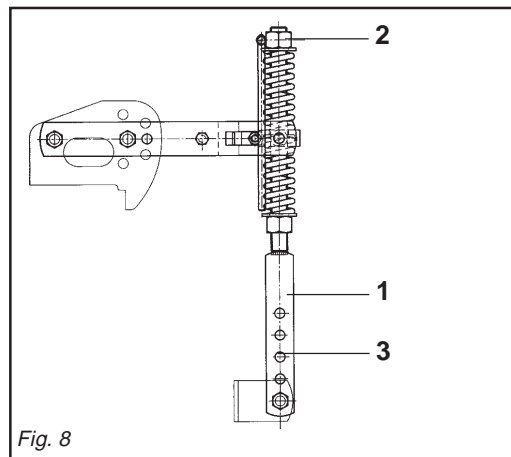

Fig. 8
- 6 - Il martinetto a molla (1 Fig. 8) oltre a sostenere la lamiera livellatrice ed ammortizzarla nel trasporto su strada, serve a evitare il ribaltamento della zappatrice durante il parcheggio. La regolazione del precarico sulla molla si effettua avvitando e svitando il dado superiore (2 Fig. 8), agendo con l'apposita leva. A seconda della posizione, determi-
- 6 - *Besides supporting the levelling plate and acting as a shock absorber for it during road transport, the spring ram (1 Fig. 8) prevents the steerage hoe from overturning when parking.*
*To adjust the spring pre-loading, screw or unscrew the upper nut (2 Fig. 8) using the spring adjuster.*
- 6 - Die Federwinde (1 Abb. 8) trägt nicht nur das Planierschild und dient beim Straßen-transport zur Dämpfung von Stößen, sondern sie soll auch verhindern, daß die Hackfräse während des Parkens umkippt. Um die Feder zu verstellen, verschrauben oder aufschrauben Sie die obere Mutter mit dem Spindel.
- 6 - *Le vérin à ressort (1 Fig. 8) sert de soutien à la tôle de nivellement et de suspension pendant le transport sur route, pour éviter le basculement du cultivateur lors du stationnement.*
- 6 - El gato de resorte (1 Fig. 8), además de sostener la chapa de nivelación y protegerla durante el transporte en carretera, sirve para evitar el vuelco de la binadora durante el estacionamiento. Por regular la presión sobre el resorte, atornillar o destornillar la tuerca superior con el gato. De acuerdo a la posición, determina-
nata del bullone (2 Fig. 8) sui vari fori posti nel martinetto (3 Fig. 8) si riesce ad aumentare o diminuire l'effetto della lamiera livellante sul terreno.
depending on the position, established by of the nut (2 Fig. 8) in the various holes in the ram (3 Fig. 8).
Je nach der Position, die durch der Mutter (2 Abb. 8) in den verschiedenen Löchern des Windenrohres (3 Abb. 8) festgelegt wird, kann die Wirkung des Planierschilds auf den Boden erhöht oder verringert werden.
en changeant la position du boulon (2 Fig. 8) dans les différents trous du vérin (3 Fig. 8).
da de la turca (2 Fig. 8) en los diversos orificios del gato (3 Fig. 8) se logra aumentar o disminuir el efecto de la chapa de nivelación sobre el terreno.